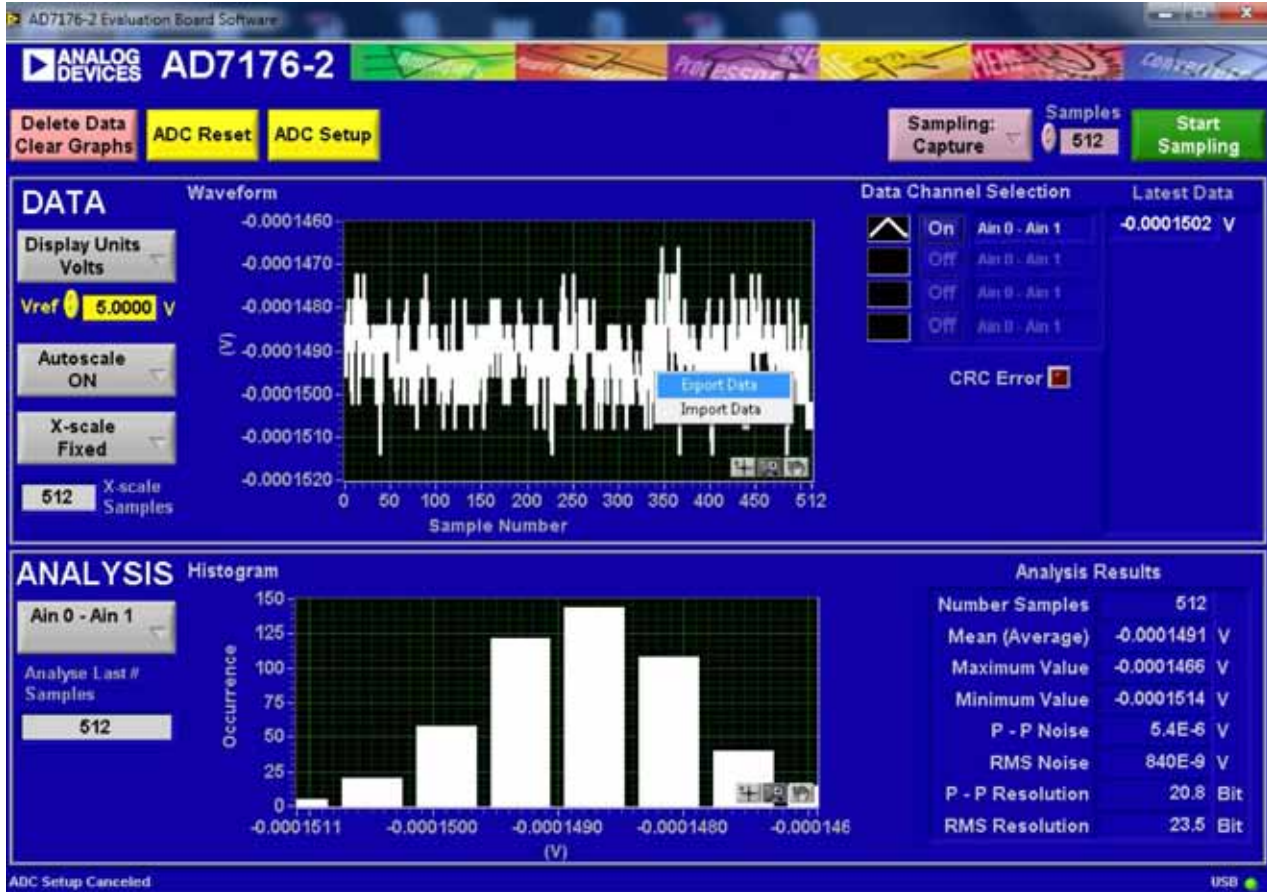

图24. 导出数据以保存结果
6. 若需要，可保存当前捕捉的数据以供以后分析(参见图24和“保存文件”部分)。
软件可以保存当前捕捉的数据以供以后分析(参见图24)。